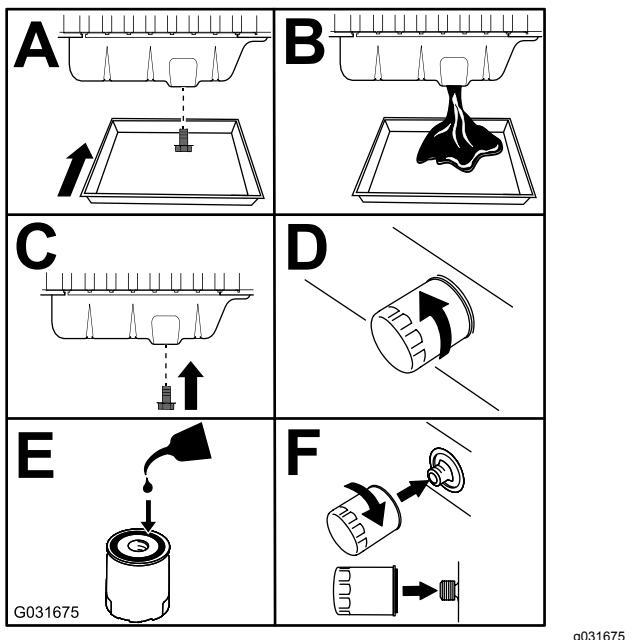

Figura 87
- Substitua o filtro e o óleo do motor (Figura 87).